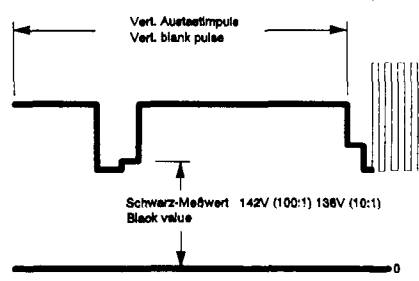

fig. 1
– Im **Grün-Drive (OSD 9)**, **Rot-Drive (OSD 10)** und **Blau-Drive (OSD 11)** mit der Cursor-Taste „**◀ (▶)**“ jeweils den OSD-Wert von **048** (Chassis 5864 42 57/67), **052** (Chassis 5864 42 27) **Rot, 040 Grün, 040 Blau** einstellen. R 540 G2-Einsteller auf Mittenstellung. Mit Oszilloskop (Tastkopf 100:1) den höchsten Schwarzwert an den **Bildröhrenkathoden (R, G, B)** ermitteln. Mit R 540 G2-Einsteller den Schwarzmeßwert (fig. 1) dieser Kathode auf **142 V ± 2 V** (gemessen gegen Masse!) einstellen, oder bei Tastkopf 10:1 = 138 V ± 2 V einst.
– Set an OSD value of **048** (Chassis 5864 42 57/67), **052** (Chassis 5864 42 27) **red, 040 green, 040 blue** in each of the following drives: in the **green drive (OSD 9)**, **red drive (OSD 10)** and **blue drive (OSD 11)**, using the Cursor button „**◀ (▶)**“. R 540 G2 adjuster to its centre setting. Use an oscilloscope (Probe 100:1) to determine the highest black value at the picture-tube cathodes (R, G, B). Use the R 540 G2 adjuster to set this black value (fig. 1) to **142 V ± 2 V** (measured against ground), or probe 10:1 = 138 V ± 2 V.